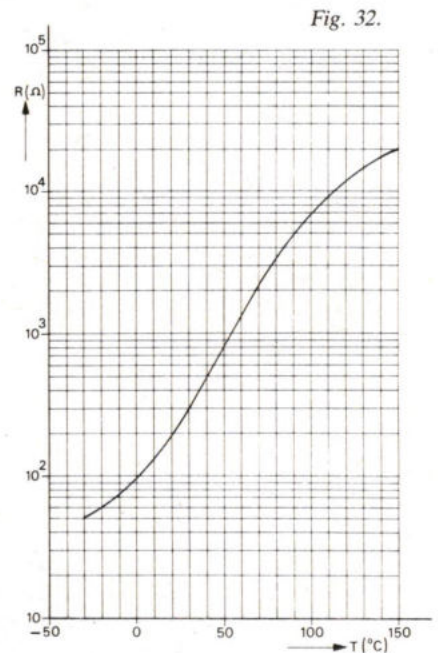

Fig. 32.
9. De operationele versterker in fig. 31 mag als ideaal worden beschouwd, d.w.z. de ingangswaerstand en de versterking zijn oneindig groot en de uitgangswaerstand is verwaarloosbaar klein. Van de temperatuur-afhankelijke waerstand R_2 is de waerstands-waerde als functie van de temperatuur in fig. 32 gegeven. R_1 is een vaste waerstand met een zodanige waerde dat $U_u = 0$ als de temperatuur van R_2 gelijk is aan 20 °C. Bepaal de grootte van U_u als R_2 een temperatuur van 50 °C heeft.
Als U_u nul is, is ook de signaalspanning op de ingangs-minklem nul. Omdat bij 20 °C geen uitgangssignaal aanwezig is, is dan ook op de +klem geen signaal. Uit fig. 32 volgt dat bij deze temperatuur $R_2 = 200 \Omega$, dus is ook $R_1 = 200 \Omega$. Bij 50 °C is volgens fig. 32 $R_2 = 900 \Omega$. Op de +klem staat dan een spanning $U_1 R_2 / (R_1 + R_2) - U_2 R_1 / (R_1 + R_2) = 9 U_1 / 11 - 2 U_2 / 11 = 7.5, 5 / 11 = 3,5$ V.